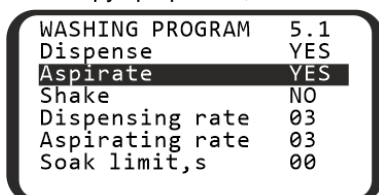

Рисунок 9. Параметры программы
5.6.3 Навигация по меню программы (рисунок 9):